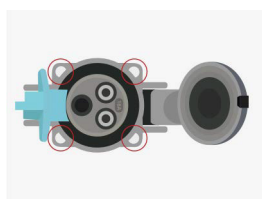

Figura 1
1. Desparafuse os 4 parafusos laterais (*figura 1*).